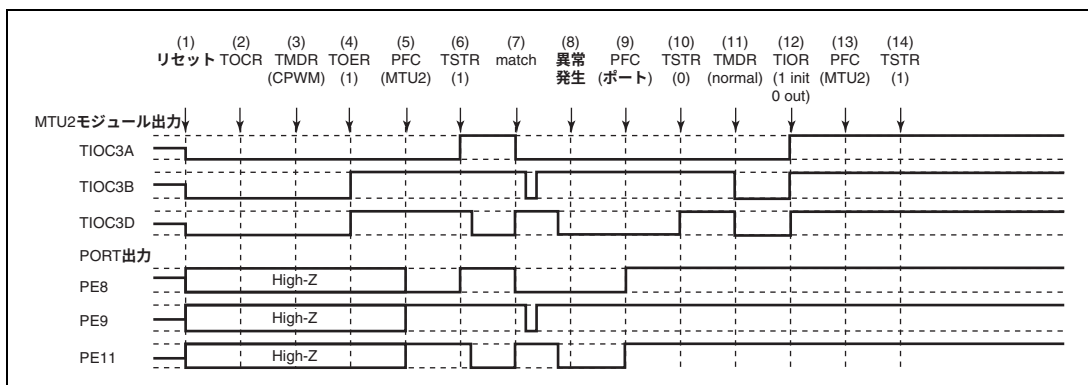

図 12.137 相補 PWM モードで異常が発生し、ノーマルモードで復帰する場合
相補 PWM モードで異常が発生し、再設定後ノーマルモードで再スタートする場合の説明図を図 12.137 に示します。
(1) ～ (10) は図 12.137 と共通です。
(11) PWM モード 1 を設定してください（本モジュール出力はローレベルとなります）。
(12) TIOR で端子を初期化してください（PWM モード 1 では TIOC*B 側は初期化されません）。
(13) 汎用入出力ポートで本モジュール出力としてください。
(14) TSTR で再スタートします。
(23) 相補 PWM モードで動作中に異常が発生し、相補 PWM モードで再スタートする場合の動作
- (1) ～ (10) は図 12.137 と共通です。
- (11) 汎用入出力ポートで本モジュール出力としてください。
- (12) TSTR で再スタートします。
- (13) コンペアマッチの発生により相補 PWM 波形を出力します。
(24) 相補 PWM モードで動作中に異常が発生し、相補 PWM モードで新たに再スタートする場合の動作
- (11) ノーマルモードを設定し新しい設定値を設定してください（本モジュール出力はローレベルとなります）。
- (12) TOER でチャンネル 3、4 の出力を禁止してください。
- (13) TOCR で相補 PWM モードの出力レベルと周期出力の許可禁止を選択してください。
- (14) 相補 PWM を設定します。
- (15) TOER でチャンネル 3、4 の出力を許可してください。
- (16) 汎用入出力ポートで本モジュール出力としてください。
- (17) TSTR で再スタートします。
(25) 相補 PWM モードで動作中に異常が発生し、リセット同期 PWM モードで再スタートする場合の動作
- (11) ノーマルモードを設定してください（本モジュール出力はローレベルとなります）。
- (13) TOCR でリセット同期 PWM モードの出力レベルと周期出力の許可禁止を選択してください。
- (14) リセット同期 PWM を設定します。
(26) リセット同期 PWM モードで動作中に異常が発生し、ノーマルモードで再スタートする場合の動作